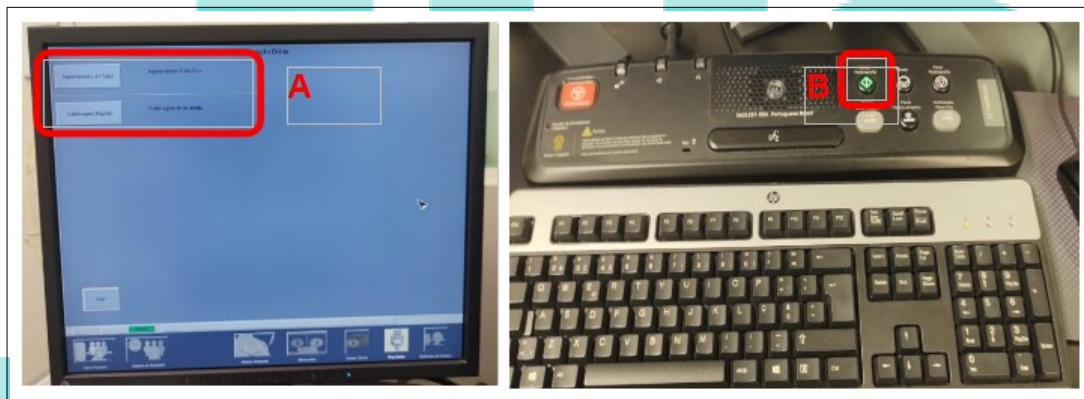

Figura 5 – A: Calibragem rápida e B: botão de disparo dos Raios-X
3. Clicar em “Aquecimento do tubo”, conforme a **Figura 5 – A**;
4. Aguardar até que a luz do teclado comece a piscar com a cor verde para apertar o botão de disparo, conforme a **Figura 5 – B**. Após a conclusão do aquecimento do tubo, execute a “Calibragem Rápida”.